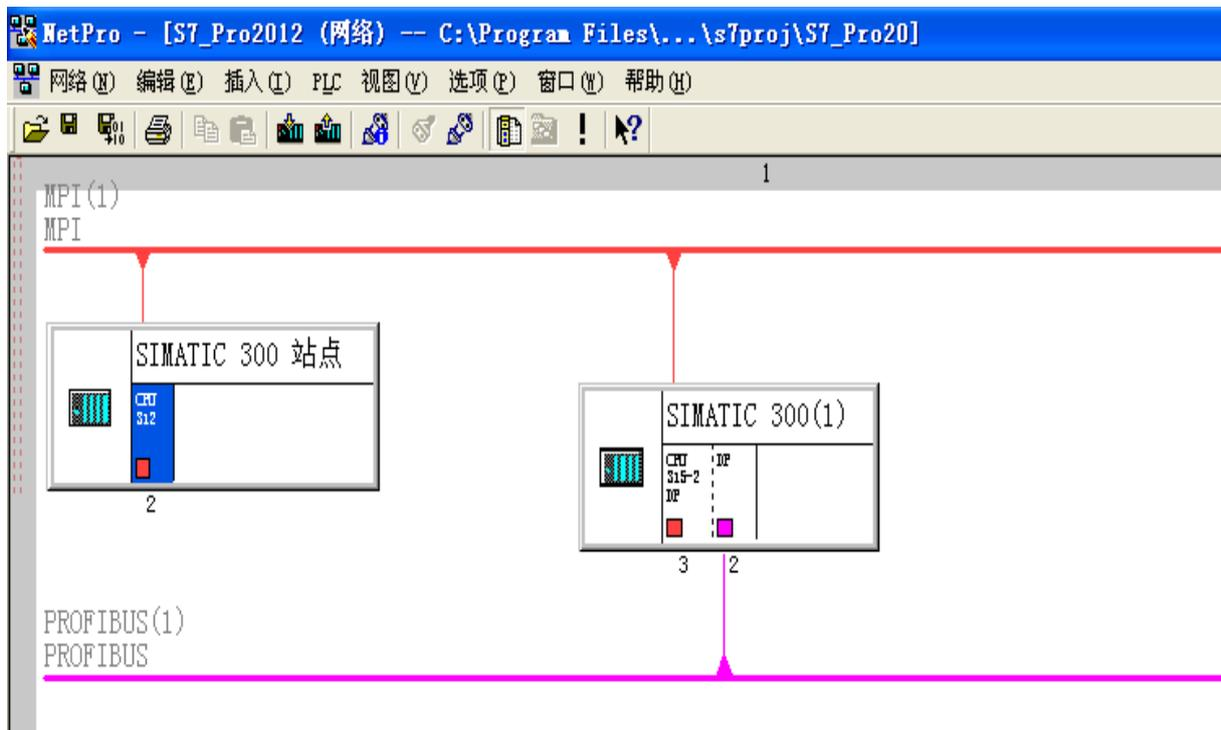

图2 站点、DP组态
(1) 新建简单PLC示例程序，建立DB块，DB1，DB2，外部输入点IO. 0, IO. 1, 辅助继电器MO. 0, MO. 1, MO. 2, MO. 3, 外部输出点QO. 0, QO. 1, QO. 2, QO. 3, 数据寄存器int类型DBD0, DBD1, Dint类型DBDn0, DBDn1, REA1类型DBDnF0, DBDnF1。具体说明如图2、图3所示：